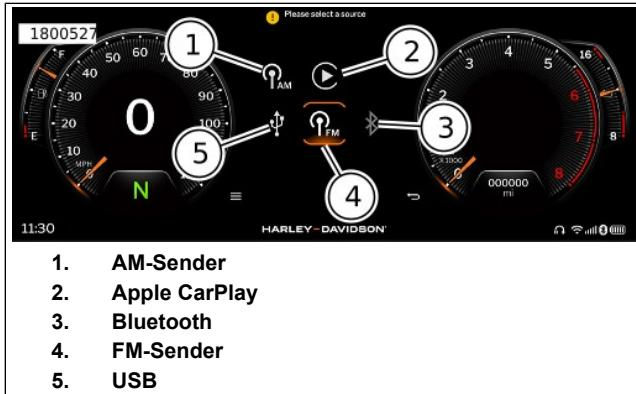

Abbildung 71. Quelle auswählen
Siehe Abbildung 71. Die gewünschte Medienquelle durch Drücken der OK/Eingabe-Taste (5) am LBCM oder Antippen des Symbols auf dem Bildschirm auswählen.